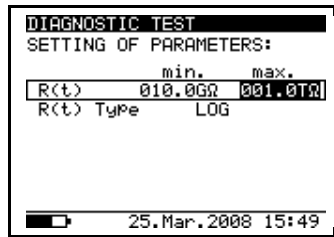

Fig. 21. Opsætning af graf (Graph R(t))
4. Tryk på **SELECT** knappen for at indstille parametre for grafen, se **Fig. 21**. Tryk **ESC** knap for at vende tilbage til opsætningsmenuen (Set-up menu) for diagnosetesten (**Diagnostic Test**).